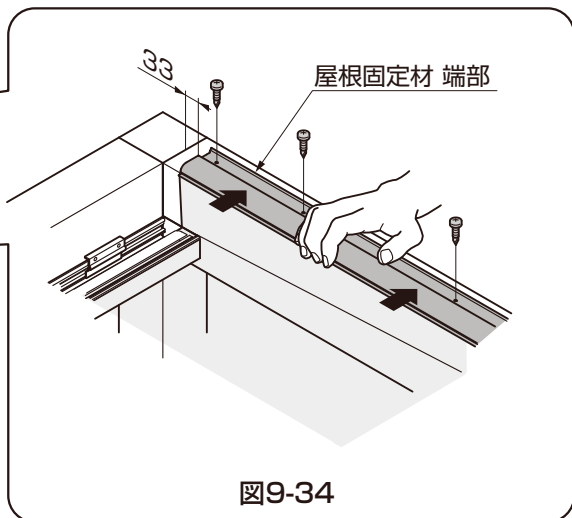

図9-34
- ①屋根固定材端部、屋根固定材中間を【3-1】でフレーム、中間フレームに取付けてください。(図9-34参照)